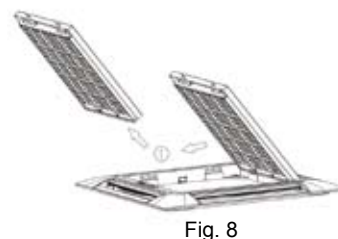

Fig. 8
(1) Rimozione della griglia
- Per aprire la griglia, ruotare il relativo fermo in senso antiorario dalla posizione orizzontale a quella verticale. (Fig. 8)